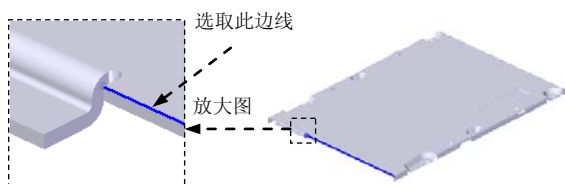

图 8.7.41 选取路径
(1) 选择命令。单击“主页”功能选项卡中“钣金”工具栏中的“轮廓弯边”按钮.
(2) 定义特征的截面草图。
① 选取路径。在系统的提示下，选取图 8.7.41 所示的模型边线为路径，在“轮廓弯边”命令条中的 **距离 (D)** 文本框中输入值 9，并按 Enter 键，进入草图绘制环境。